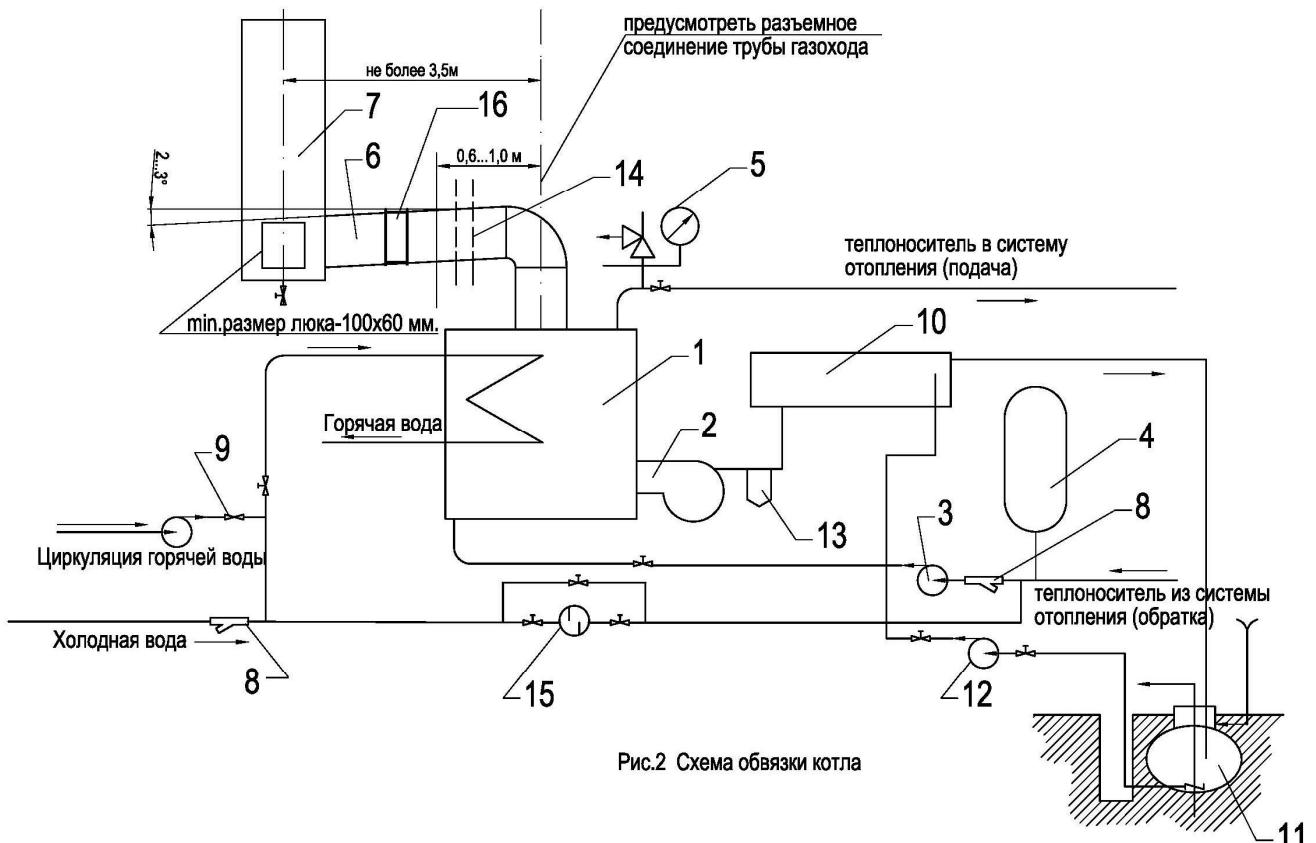

Рис.2 Схема обвязки котла
3.4 На рис.2 показана обязательная (за исключением поз.9 и контура циркуляции горячей воды) схема обвязки котла, работающего на жидкокомплексном топливе. В случае использования газообразного топлива из рекомендуемой схемы обвязки исключаются позиции 10; 11; 12; и 13 и добавляется газовый коллектор и клапан осечки газа с устройством обнаружения утечки газа. Дополнительно на подводящем газопроводе необходимо установить манометр с пределами